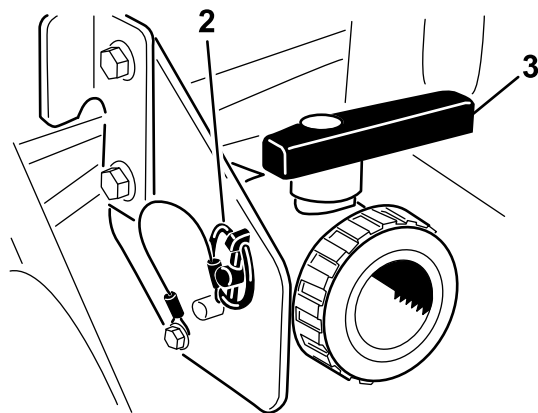

Bild 26
Öffnen Sie das Ventil, sodass nicht verwendete Materialien vom Behälter ablaufen können und entsorgen Sie diese gemäß der lokalen Vorschriften und der Vorschriften des Herstellers (Bild 26). Nehmen Sie nach dem Ablassen den Klappstecker von der Halterung ab, mit der das Ablassventil an der Maschine befestigt ist, und legen Sie das Ventil auf den Boden. Dann kann Restmaterial in der Leitung ablaufen.
3. Wenn der Behälter ganz geleert ist, setzen Sie das Ventil mit dem vorher abgenommenen Klappstecker im Rahmen ein und schließen Sie das Ablassventil (Bild 26).